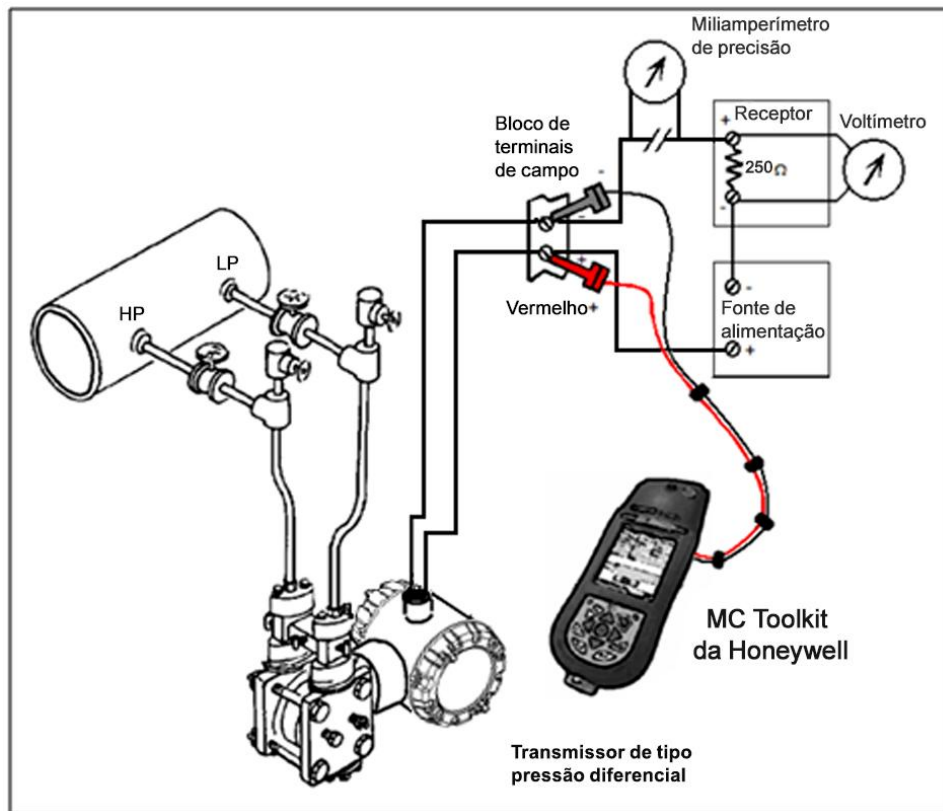

Figura 15 – Ligações do teste de loop de corrente
1. Consulte a Figura 15 para obter as ligações de teste. Verifique a integridade dos componentes eléctricos no loop de corrente de saída.
1. Ligue um amperímetro ou voltímetro conforme mostrado na Figura 15 para monitorizar a saída de PV do Transmissor.